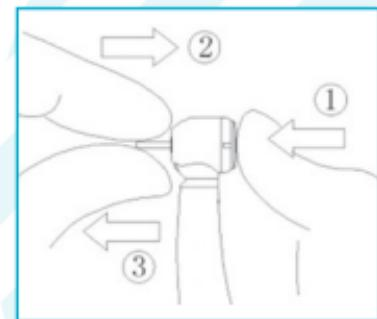

Fig. 8-1
Premere con cautela il pulsante con il pollice e contemporaneamente inserire la fresa in metallo duro o la mola diamantata (Fig. 8-1①②).
Premere il pulsante con il pollice ed estrarre contemporaneamente la fresa in metallo duro o la mola diamantata (Fig. 8-1①③).